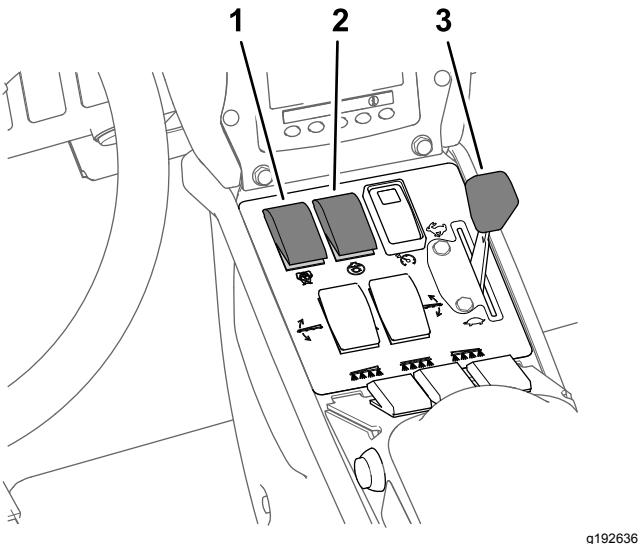

Figure 42
8. Réglez la commande d'agitation et la commande de la pompe de pulvérisation en position ACTIVÉE (Figure 42).
9. Placez la commande d'accélérateur en position HAUT RÉGIME (Figure 42).
4. Réglez la commande d'accélérateur au régime moteur voulu pour pulvériser; voir Figure 42 sous Pulvérisation en mode débit d'application \(page 37\).
Remarque: Cette procédure suppose que la pompe de pulvérisation est en marche; voir Figure 42 sous Pulvérisation en mode débit d'application \(page 37\).